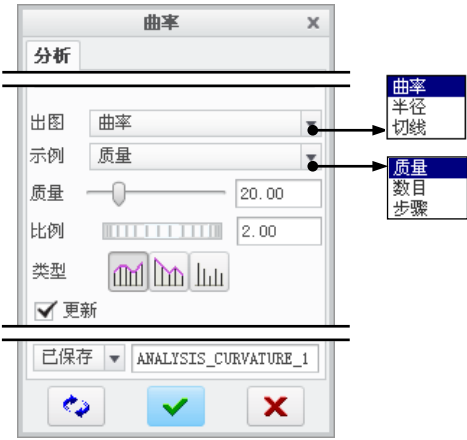

图 8.3.2 “曲率”对话框
- 在图 8.3.2 所示的“曲率”对话框中，可以设置曲率图的“质量”、“比例”和“类型”，所以同一条曲线会由于设置的不同而呈现不同的疏密程度、大小和类型的